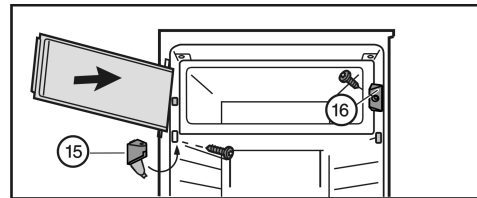

Fig. 8
- ▶ Встановіть замок Fig. 8 (16).
- ▶ Встановіть опорний кронштейн Fig. 8 (15) і закрийте кришку.